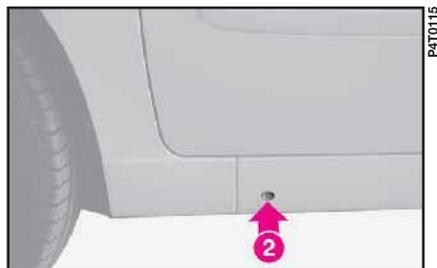

fig. 8
- posizione **2** (fig. 8) per sostituzione ruota posteriore.